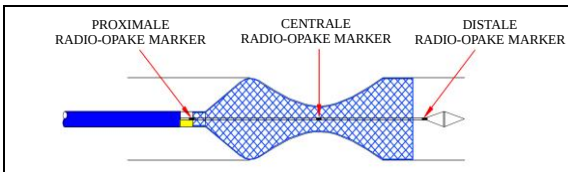

Figuur 4
- Als de centrale radio-opake marker het midden van de doelstrictuur bereikt, trek dan de connector verder terug totdat de stent volledig is geplaatst. (Zie figuur 4, 5)
- Als de centrale radio-opake marker het midden van de doelstrictuur bereikt, trek de hub dan verder richting de connector totdat de stent volledig is geplaatst. (Zie figuur 4, 6)